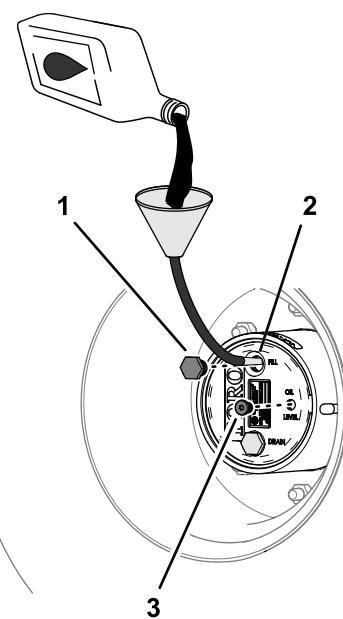

Figure 98
4. Si le niveau d'huile est trop bas, enlevez le bouchon de remplissage et ajoutez l'huile spécifiée jusqu'à ce qu'elle ressorte par le trou du bouchon de contrôle (Figure 98); voir Spécifications de l'huile du train planétaire \(page 73\).
6. Remettez en place les bouchons de remplissage et de contrôle (Figure 98).
1. Versez lentement le lubrifiant pour engrenages spécifié par l'orifice du bouchon de remplissage; voir Figure 98 sous Contrôle du niveau de lubrifiant du train planétaire \(page 73\).
3. Remettez en place les bouchons de remplissage et de contrôle; voir Figure 98 sous Contrôle du niveau de lubrifiant du train planétaire \(page 73\).